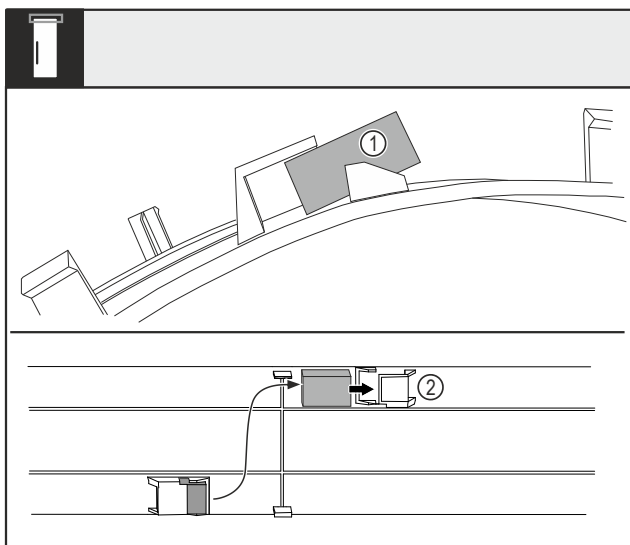

Fig. 16
- Ohněte kryt a vytáhněte dvevní magnet Fig. 16 (1) z uložení.
- Vložte dvevní magnet do druhého uložení Fig. 16 (2).